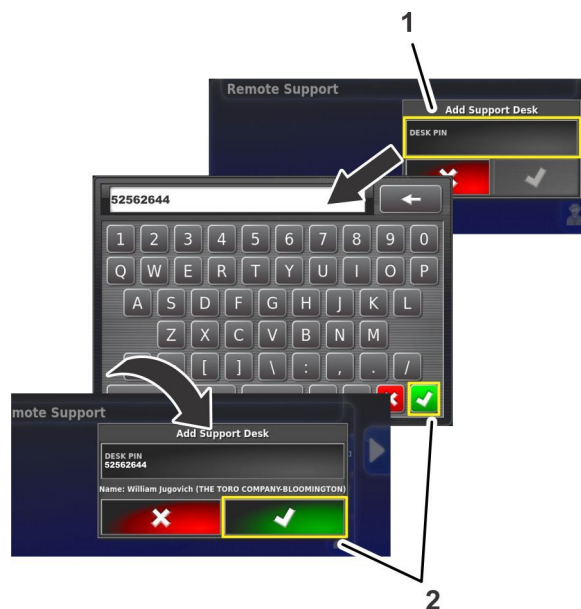

Рисунок 213
4. Нажмите на значок «ПИН-код службы поддержки» (Рисунок 213).
5. С помощью клавиатуры на экране наберите ПИН-код, записанный на этапе 1, и нажмите на значок подтверждения (Рисунок 213).
6. На экране «Добавить службу поддержки» нажмите на значок подтверждения (Рисунок 213).